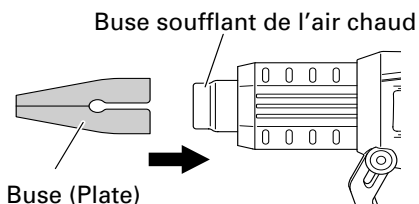

Fig. 5
4. Fixation de la buse (Fig. 5)